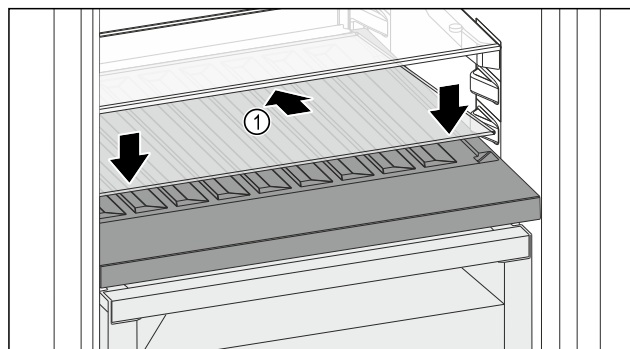

Fig. 115
- ▶ Nasadte sklenú dosku Fig. 115 (1) šikmo a naklonenú smerom dozadu nadol.
- ▶ Spustite sklenú dosku Fig. 115 (1) vpredu.